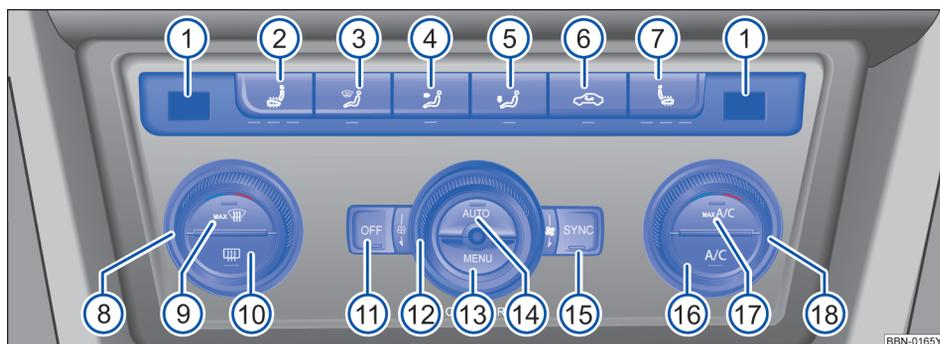

图 137 中控台：自动空调的操作元件
– 按压③至⑤中的某个按钮⇒图 137，或者旋转鼓风机档位调节开关⑫即可关闭自动运行模式。按钮(AUTO)中的指示灯随即熄灭。
– 按压按钮(内循环)⇒图 137(6)，即可打开空气内循环模式。按钮上的指示灯随即亮起。
在空气内循环模式下，如果制冷装置已关闭，则不会对吸入的空气除湿。为了避免挡风玻璃上产生水雾，建议按下按钮 (16) ⇒ 图 137，打开制冷装置。按钮中的指示灯随即亮起。